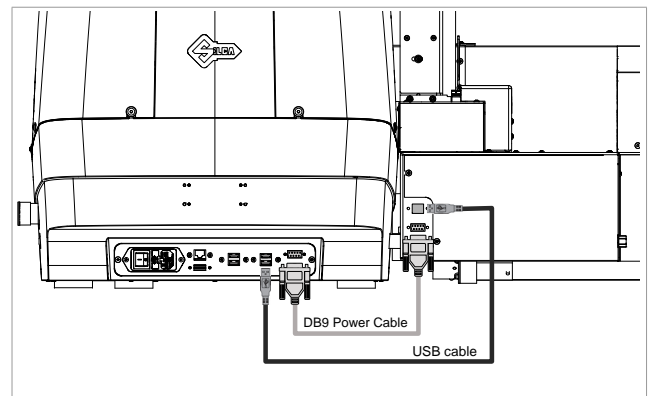

Fig. 35
- 4) Sluit de USB en voeding kabels tussen de machine en aanvoerenheid aan (Fig. 35).